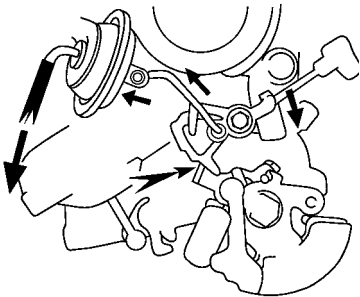

图 2-28 检查连接杆是否移动和快怠速凸轮是否被释放到第 3 挡
1) 设定快怠速凸轮第 1 挡位置，向阻风门强制开启阀的膜片施加负压，检查其连接杆是否移动，以及快怠速凸轮是否被释放到第 3 挡位置，如图 2-28。